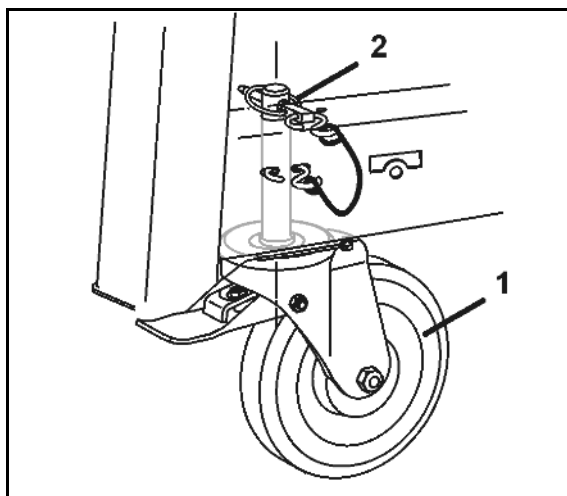

図 43
2. 排出シュート (図 43/1) を固定ねじ (図 43/2) で取り付けます。